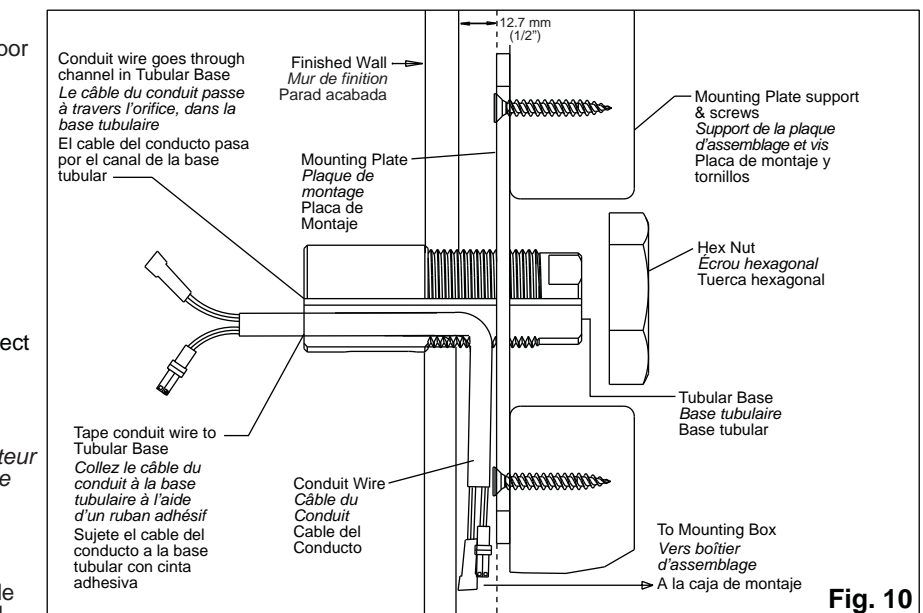

Fig. 10
9. Fish the conduit wire along recess in tubular base to prevent it from falling back into the wall cavity. See Figure 10.
9. Tirez le câble du conduit le long du creux dans la base tubulaire pour l'empêcher de retomber dans la cavité de mur. Voir la figure 10.
10. Tighten hex nut onto tubular base ensuring conduit wire is located in the 1/2" recess between the finished wall and mounting plate. See Figure 10.
10. Serrez l'écrou hexagonal sur la base tubulaire en veillant à ce que câble est situé dans le creux de 1/2 po (1,27 cm) entre le mur de finition et la plaque de montage. Voir la figure 10.